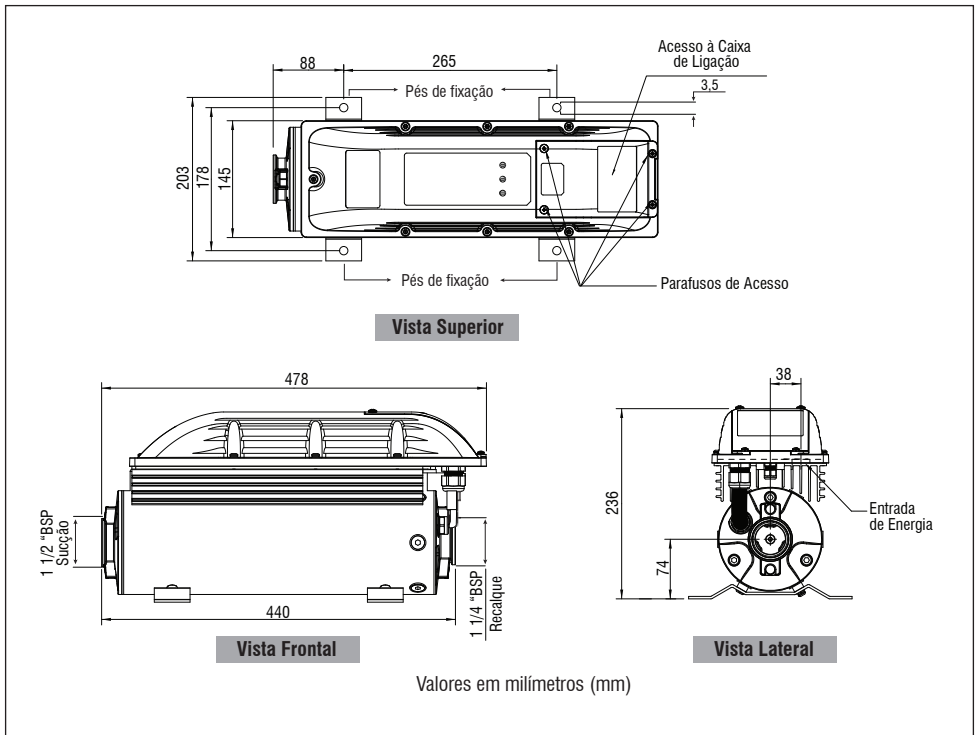

Figura 1: Dimensional do produto
1. Remova a tampa da caixa de ligação do inversor de frequência retirando os 4 parafusos de acesso, conforme mostrado na Figura 1 (vista superior);